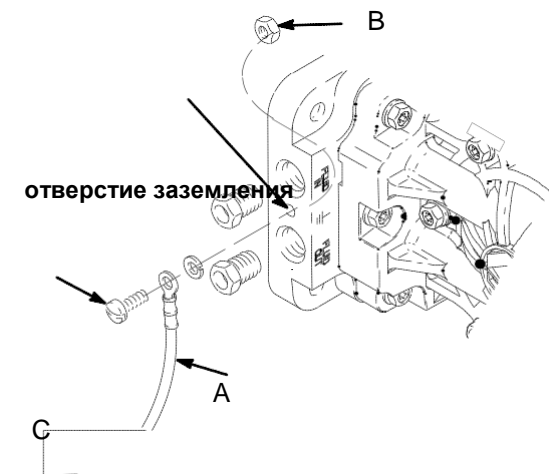

Рис. 1
Полипропиленовые насосы и насосы из ПВХ не являются токопроводящими. При работе насоса с проводящими воспламеняемыми жидкостями, **обязательно** заземлите всю систему жидкости. Обеспечьте электрический путь жидкости к истинному грунтовому заземлению, см. Рис. 1. **Ни в коем случае** не используйте полипропиленовый насос или насос из ПВХ с непроводящими воспламеняемыми жидкостями, как указано в Ваших местных правилах пожарной безопасности.
**Насос:** Подсоедините провод заземления (А) к клемме, Деталь № 819.0157. См. Рис. 1. Участки заземления насоса находятся на коллекторе между впускным и выпускным отверстиями. Используя гайку (В) и болт (С), поставляемые в комплекте с насосом, произведите установку следующим образом: